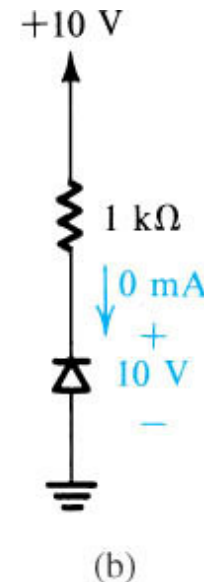

Fig. 2
■ Da descrição anterior deve concluir-se que, quando o díodo está em condução, o circuito externo deve ser projectado para limitar a corrente do díodo, e quando está em corte, para limitar a tensão inversa do díodo. A fig. 2 mostra dois circuitos que ilustram este ponto.